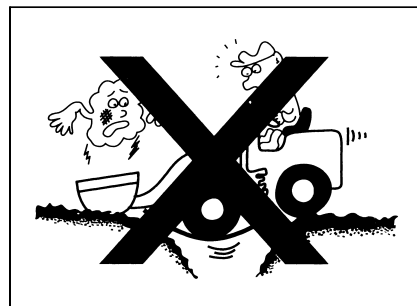

Рис. 1-59
- При работе и движении в плохой окружающей среде надо обращать внимание на безопасность. Отдельная работа в опасном месте не допускается. Следует проводить предварительное обследование состояния дороги, прочности моста, рельефа и геологического состояния рабочего места(рис. 1-59).